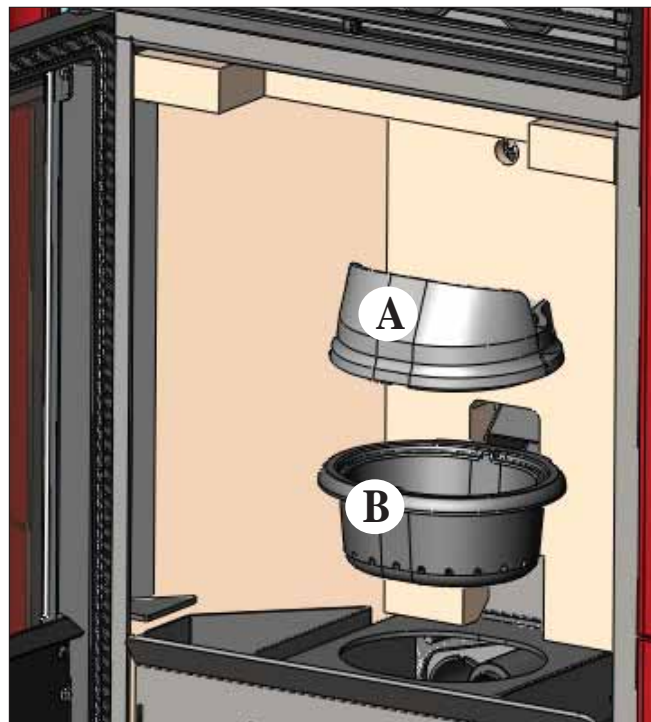

fig. 1
Après le nettoyage normal, il est **PRIMORDIAL** d'assembler correctement le creuset supérieur (A) (fig. 1) avec le creuset inférieur (B) (fig. 1), afin de ne pas compromettre le bon fonctionnement du poêle.